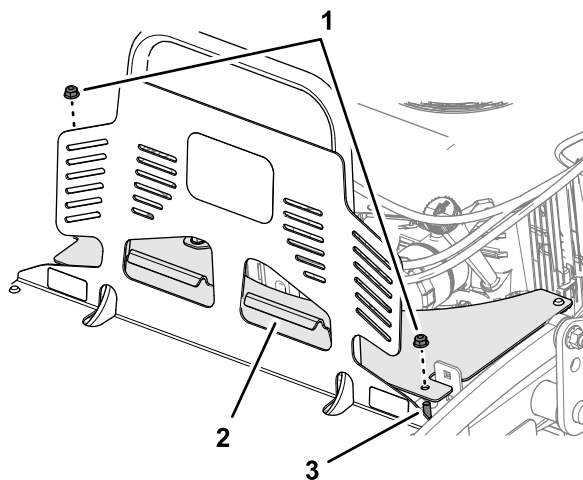

図 38
3. ガード延長部についている穴を 2 本のキャリッジボルトに通しエクステンションのフランジをエンジンガードに被せる 図 38。